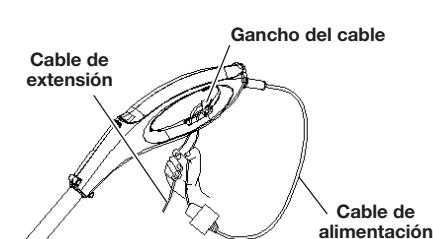

Fig. 9
- Conecte el enchufe de corriente al cable de extensión (Fig. 9).
- Haga un lazo estrecho con el cable de extensión y empujelo a través de la abertura para el gancho del cable (Fig. 9).
- Desconecte el enchufe del cable de extensión (Fig. 9).